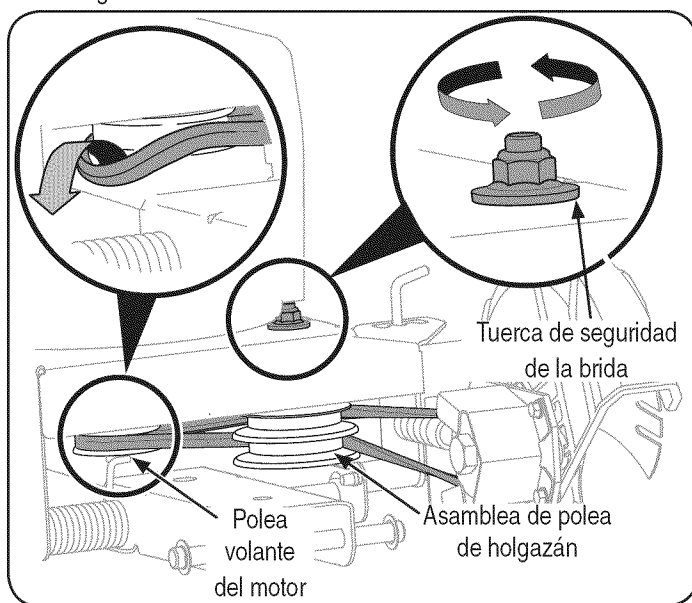

Figura 9
1. Trabajando delante de la bordeadora, afloje la tuerca de seguridad con brida que está sobre el bastidor, permitiendo que el conjunto de la polea loca gire levemente fuera del bastidor. Vea la Figura 9.
2. Con la otra mano, alcance cuidadosamente debajo de la parte posterior de la unidad y extraiga la correa de alrededor de la polea volante del motor. Vea la Figura 9